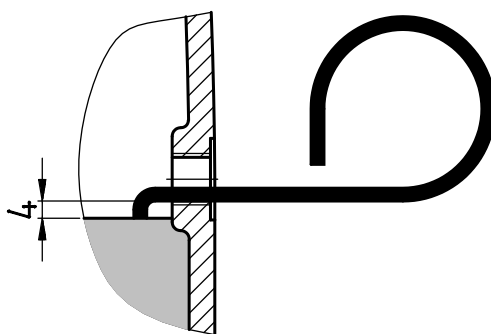

Bild 32: Kontrollera oljenivån med oljesticka
2. Växelns oljenivå ska kontrolleras med medföljande oljesticka (art.nr: 28300500), så som visas i Bild 32. Den del av oljestickan som sänks ner i oljan ska hållas lodrätt. Maximal oljenivå är i underkanten av oljenivåöppningen. Minimal oljenivå är ca 4 mm under oljenivåöppningens underkant. Då når oljestickan nätt och jämt ner i oljan.